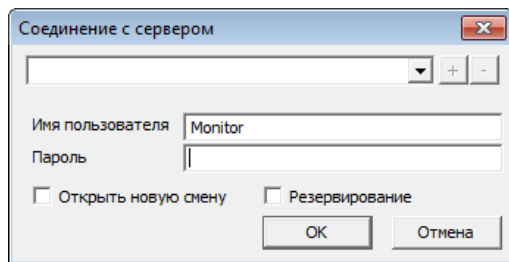

Рисунок 22.3 — Окно авторизации со скрытой информацией о сервере STEMAX
- **Скрывать адрес и порт сервера:** если флаг установлен, то адрес и порт сервера STEMAX будет скрыт от пользователей в окне авторизации и в интерфейсе программных модулей *Администратор* и *Монитор*. Для подключения будут использованы сохраненные ранее данные, при авторизации от пользователя потребуется ввести только логин и пароль (см. рисунок 22.3).